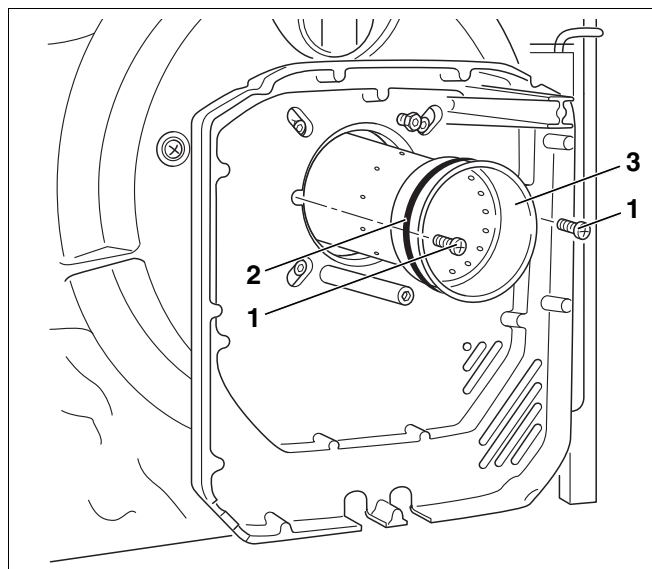

Abb. 51 Brennerrohr austauschen und Dichtung prüfen
- Die beiden Befestigungsschrauben (Abb. 51, **Pos. 1**) lösen.
- Neues Brennerrohr (Abb. 51, **Pos. 3**) und O-Ring (Abb. 51, **Pos. 2**) einbauen.